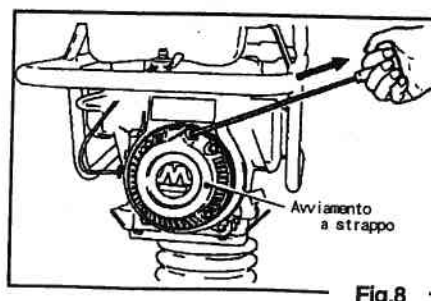

Fig. 8
- 4.3 Impugnate la manopola dello starter a strappo e tiratela delicatamente fino a sentire una certa resistenza. A questo punto tirarla con forza velocemente. Prima di rilasciarla, accompagnarla sin quasi alla posizione di partenza. (Fig. 8)